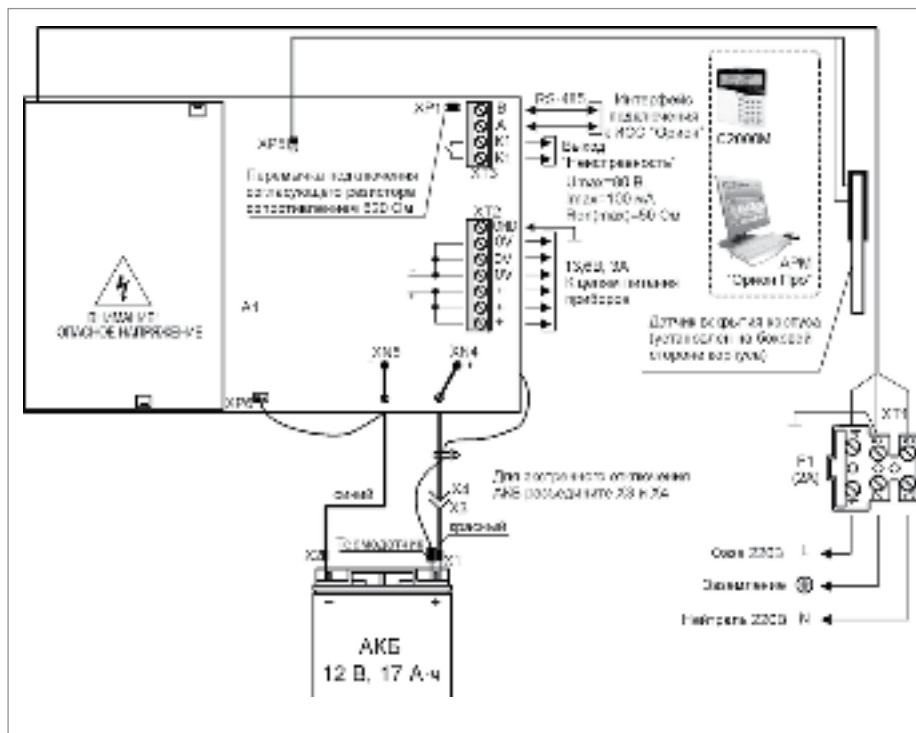

Рисунок 2. Схема внешних соединений РИП-12 исп.50 (РИП-12-3/17М1-Р-RS)
2.6. Схемы подключения РИП-12 исп.50 (РИП-12-3/17М1-Р-РС) и РИП-12 исп.51 (РИП-12-3/17-Р-РС) приведены на рис. 2 и 3 соответственно.
2.17. Проверьте правильность произведённого монтажа в соответствии со схемой подключения (Рис. 2 и 3).
2.27. Отключите АКБ от платы РИП, отсоединив контакты Х1, Х2 от клемм АКБ (см. рис. 2 и 3).